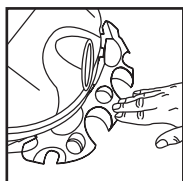

FIGURA 10
10. Presione en el centro del porta-herramientas hasta que la lengüeta quede asegurada en la parte inferior de la tapa. **FIGURA 10.**